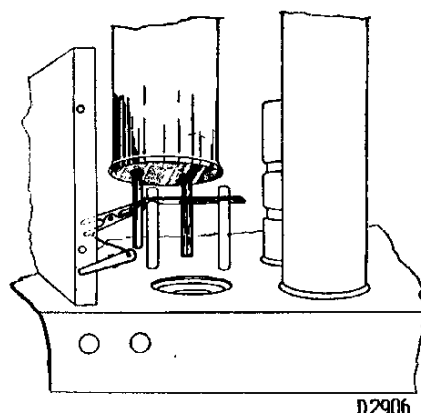

Fig. 4
3. Connecter le transformateur de réglage à la borne de haut-parleur de l'appareil (fig. 4).